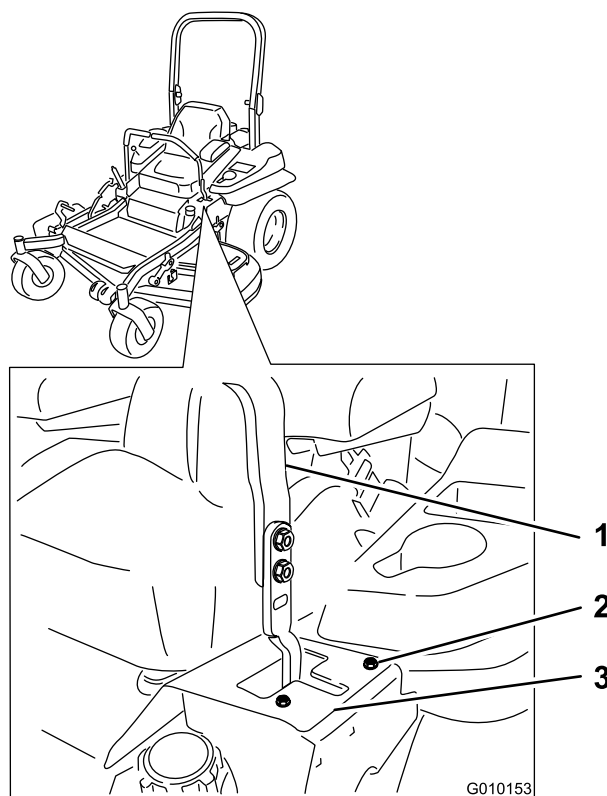

Figura 52
a T sinistra finché la macchina non procede in linea retta (Figura 52).
- Se tende a sinistra, allentate i bulloni e regolate la piastra della battuta destra spostandola indietro sulla fessura a T destra finché la macchina non procede in linea retta (Figura 52).
- Serrate i bulloni della piastra della battuta (Figura 52).